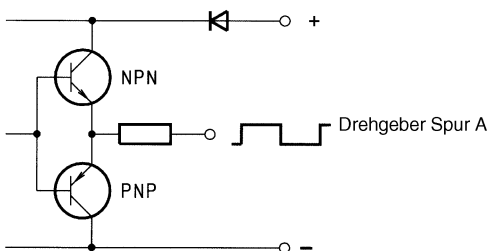

Bild 4.12 Prinzipschaltbild HTL-Ausgangsschaltung
An den Klemmen X2:11 und X2:12 kann ein HTL-Drehgeber (siehe Bild 4.12) angeschlossen werden.
(1) Eine Auswertung des Drehgebers erfolgt nur in der Regelungsart FOR. Hinweise zum Drehgeber, siehe Bild 4.12 in Kapitel 4.3.4 "DRV\_4" oder Kapitel 6.3.1 "\_79EN-Drehgeberauswertung"